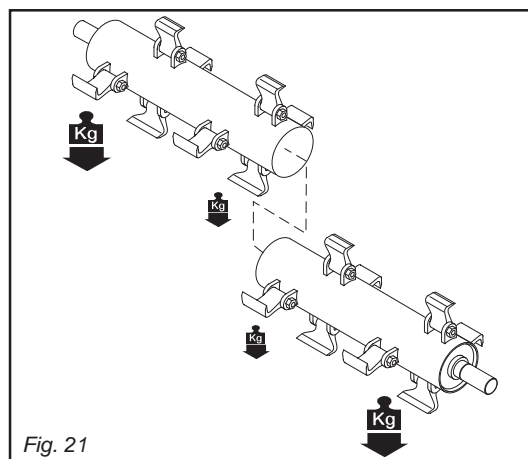

Fig. 21
- **Install the heaviest pairs at the two ends of the rotor and the lighter pairs in the middle (Fig. 21).**
- **Placer les paires les plus lourdes aux deux extrémités du rotor, les paires les plus légères au centre (Fig. 21).**
- **Die schwereren Messerpaare an den beiden Enden des Rotors anordnen, die leichteren Paare im Mittelpunkt anordnen (Abb. 21).**
- **Ubicar los pares más pesados en las dos extremidades del rotor, los pares menos pesados al centro (Fig. 21).**